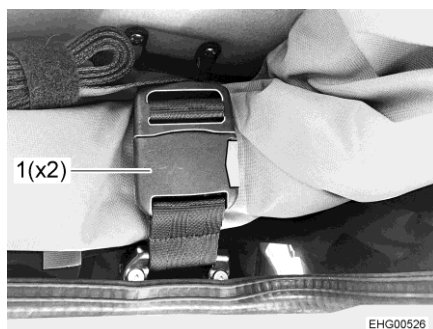

Fig. 68 Hebilla
- Abrir ambas hebillas (Fig. 68,1).